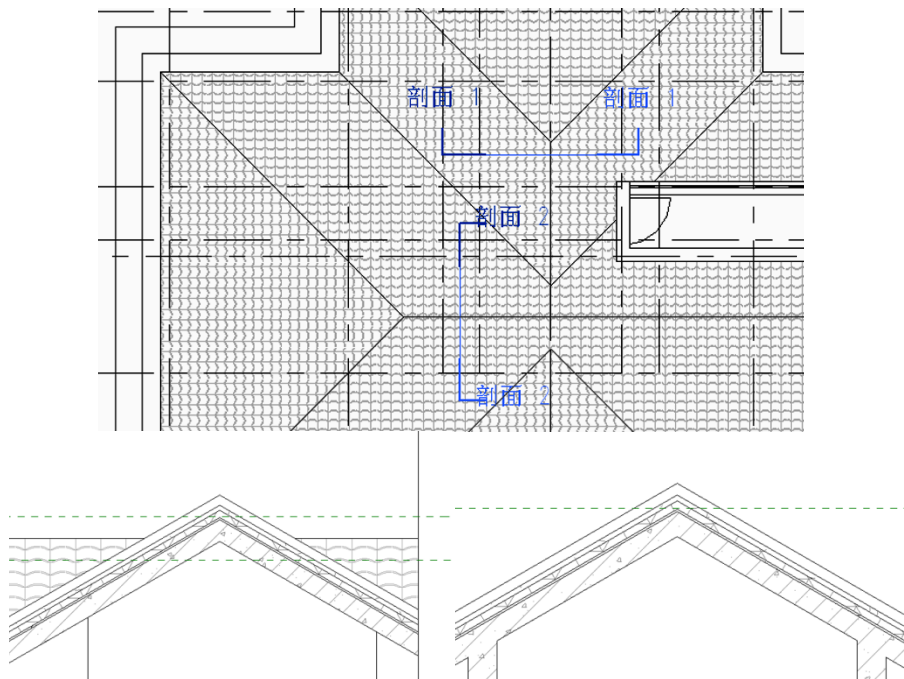

图 6-43
- 4) 进入屋顶平面，单击“视图”选项卡>“创建”面板下“剖面”命令绘制两道剖面，如图所示屋脊位置，创建完成，双击蓝色剖面名称显示位置，分别打开两个剖面视图，设置其视图详细程度为“精细”，在图示的结构顶端绘制水平参照平面，完成后删除两道剖面（如图 6-43 所示）。